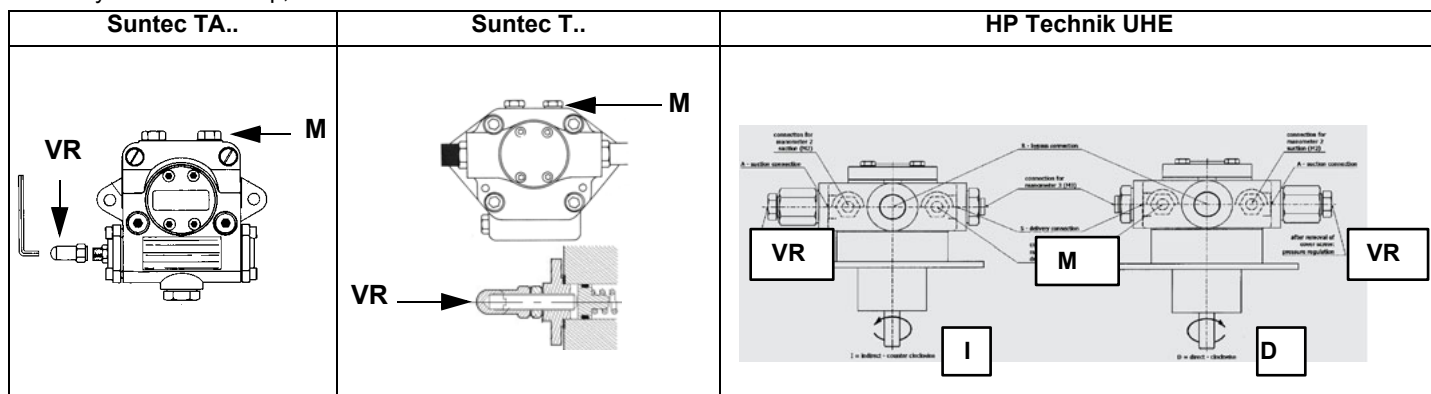
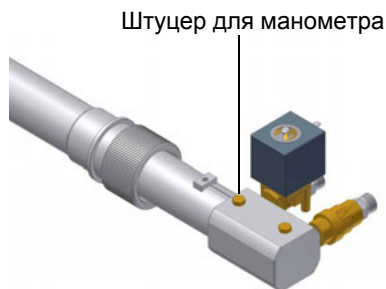

Рис. 28
Рис. 31
- 3 выпустить воздух со штуцера (M) манометра насоса (Рис. 28), расслабив слегка заглушку, но не снимая ее; затем отпустить контактор;
- 3 выпустить воздух со штуцера (**M**) манометра насоса (Рис. 28), расслабив слегка заглушку, но не снимая ее; затем отпустить контактор;
Давление питания форсунки уже отрегулировано заранее на заводе-изготовителе и не должно изменяться. Только в случае необходимости, отрегулировать давление питания (см. соответствующий параграф) следующим образом: установить манометр в положение, указанное на Рис. 31, воздействовать на регулировочный винт **VR** насоса (см. Рис. 28) до получения на форсунке давления в 20 бар или 25 бар (форсунки Bergonzo или форсунки Fluidics - см. график на Рис. 27);